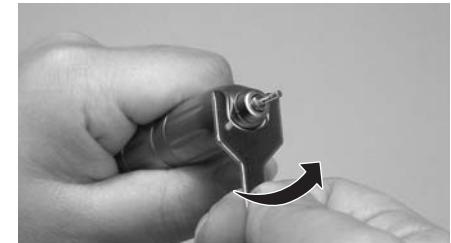

Abb. 10
- 1) Setzen Sie den im Lieferumfang enthaltenen Schlüssel an den flachen Seiten der Handstückspitze an. Drehen Sie den Schlüssel wie in Abb. 10 beschrieben, bis die Patrone gelockert ist. Drehen und entfernen Sie nun die Spitze.